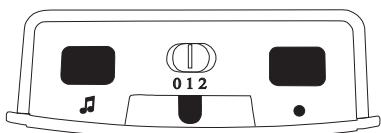

Abbildung 6: »signolux« Oberseite
Mit Hilfe des Signalwahl-Schiebeschalters (in Abb. 6 „0 1 2“) können Sie die Art der Signalisierung wählen.
- d) Drücken Sie den Melodie-Wahlsteller  (Abb. 6) so oft, bis Sie die gewünschte Tonfolge gefunden haben (15 Tonfolgen stehen zur Auswahl).
- Halten Sie die Taste • (Abb. 6) lange gedrückt. Die Symbole leuchten nacheinander auf. Lassen Sie die Taste los, sobald das gewünschte Symbol aufleuchtet.
- Drücken Sie nun gleichzeitig die Taste • und den Melodie-Wahltaster ♫ (beide Abb. 6), bis alle Symbole gleichzeitig kurz aufblinken.